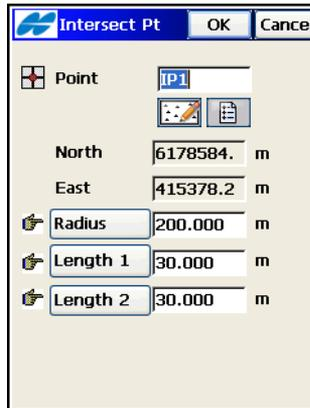

Abbildung 7-12. Neuer Schnittpunkt
2. Im Fenster *Schnittpkt* (Abbildung 7-12 auf Seite 7-13) legen Sie die folgenden Parameter fest: